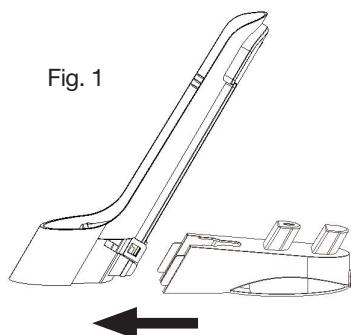

Fig. 1
1. Assemblez le socle de charge comme indiqué sur la **figure 1** ci-dessous.